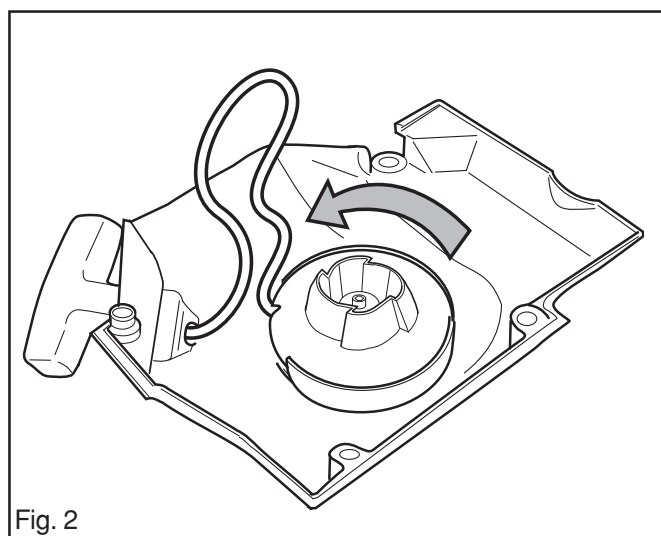

Fig. 2
2. Tirer la poignée de 20-30 cm et prendre la corde dans l'évidement de la poulie du lanceur. Voir la fig. 2.
6. Démontez la bougie et montez la butée de piston dans le trou de la bougie. Voir la fig. 2.